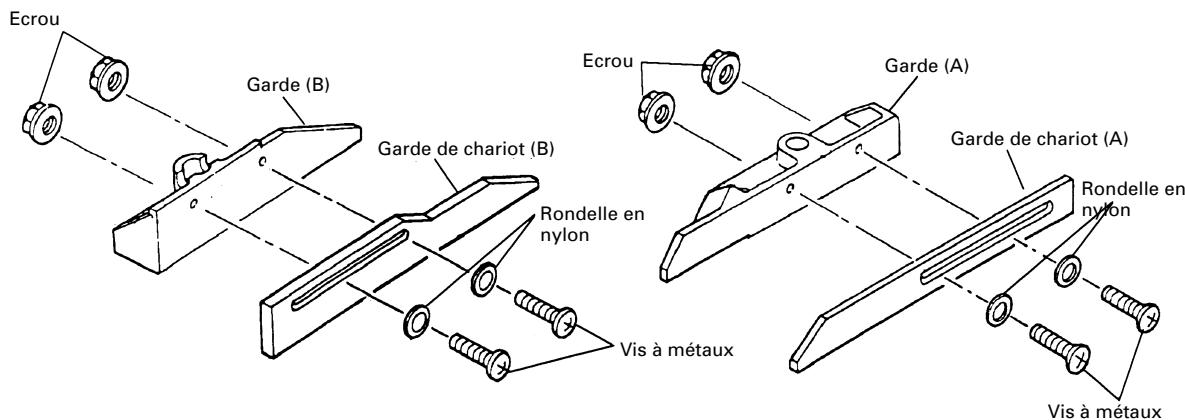

Fig. 19
- (1) Mettre la garde de chariot (A) et la garde de chariot (B) sur la garde (A) et la garde (B) du socle.
- (2) Pour fixer, utiliser les quatre vis à métaux avec des rondelles de nylon et des écrous comme indiqué à la Fig. 19.
- (3) Réglér la garde de chariot (A) et la garde de chariot (B) de façon à stabiliser la pièce. La plage de réglage de la garde de chariot (A) et de la garde de chariot (B) va de 0 à 95 mm (0 à 3-3/4").
- (4) Vérifier que la garde de chariot (A) et la garde de chariot (B) sur la garde (A) et la garde (B) du socle sont solidement fixées avec quatre vis à métaux de façon que la garde de chariot (A) et la garde de chariot (B) ne bougent pas (voir Fig. 19).